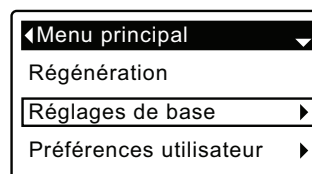

FIG. 24
1. À partir d'un écran d'état dynamique, appuyez sur le SÉLECTEUR (O) pour afficher le **Menu principal**.
2. Appuyez sur le bouton BAS (▼) pour faire défiler les options du menu et mettre en évidence **Réglages de base** (cf. Figure 24).